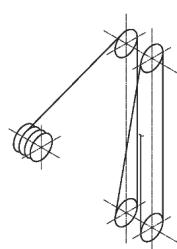

図3 卷上げ用ワイヤロープの掛け方
- (1) 卷上げワイヤロープが図3に示す構成となっている。定格質量時の卷上げ用ワイヤロープの張力 $S1$ [N] を求めよ。ただし、卷上げ用ワイヤロープの質量及びシープ効率は考慮しなくてよい。